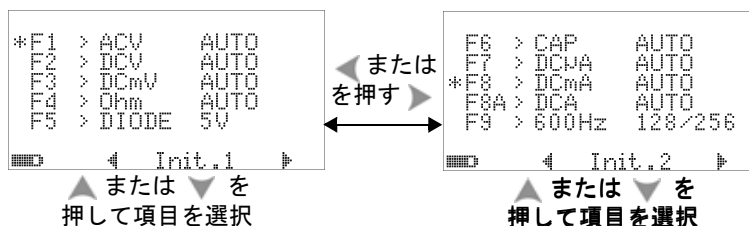

図 4-26 初期ファンクション・ページの間移動
**INIT** ページでは、必要に合わせて初期測定ファンクションを設定できます。図 4-26 を参照してください。